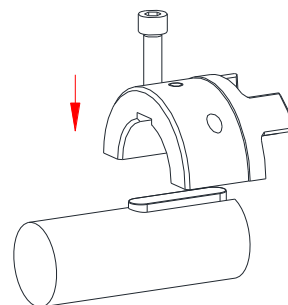

Figura 15: Montaje de la semi-parte
- Coloque la semi-parte superior del primer mangón-SPLIT sobre el árbol con los tornillos cabeza cilíndrica colocados (véase figura 15).